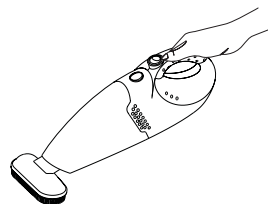

Рис.3
- Вставьте щётку (1) или щелевую насадку (2) во входное всасывающее отверстие пылесоса до упора (рис. 3). При необходимости можно установить щётку (1) на щелевую насадку (2). Если вам нужно снять щётку или щелевую насадку, то просто потяните их на себя.